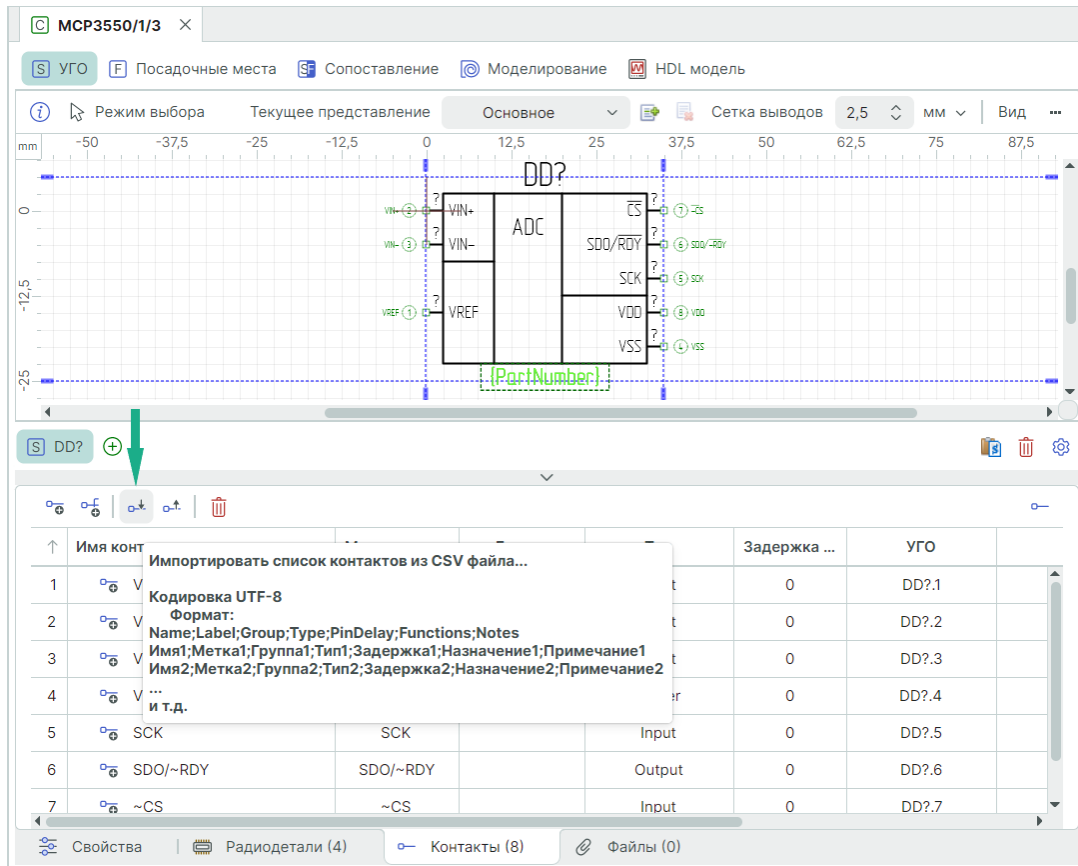

Рис. 261 Импорт контактов
1. Нажмите символ «Импортировать список контактов из CSV файла...», см. Рис. 261.